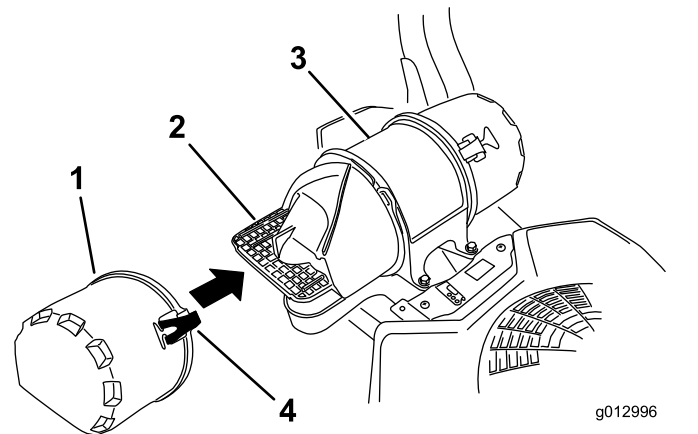

Bild 31
3. Lösen Sie die Riegel am Luftfilter und ziehen Sie die Lufteinlassabdeckung vom Luftfiltergehäuse ab (Bild 31).
5. Montieren Sie die Lufteinlassabdeckung und befestigen Sie diese mit den Laschen (Bild 31).
- Montieren Sie die Luftfilter Abdeckung und befestigen Sie diese mit den Laschen (Bild 31).